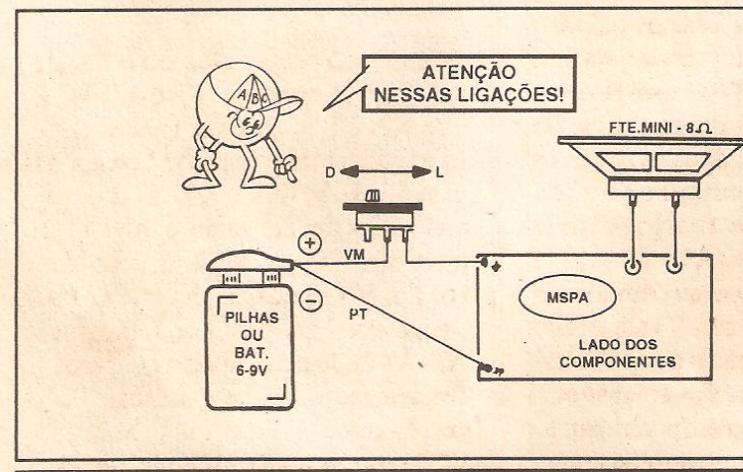

FIG. 5
- FIG. 5 - CONEXÕES EXTERNAS À PLACA - Ainda vista pelo lado dos componentes (as peças sobre a placa foram "invisibilizadas", para descomplicar o visual...), temos agora as ligações externas, devendo o Leitor/"Aluno" tomar cuidado com a polaridade da alimentação, lembrando que o fio vermelho (do "clip" da bateria ou do suporte das pilhas...) corresponde ao positivo, enquanto que o fio preto indica o negativo. O Interruptor fica intercalado no ramo positivo da alimentação,